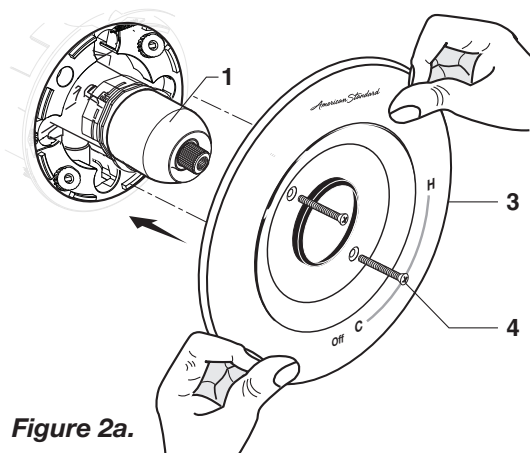

Figure 2a.
• **Figure 2a.** Enfoncez l'ÉCUSSON (3) sur le CAPUCHON (1) et fixez-le sur le corps de valve avec des VIS LONGUES (4).